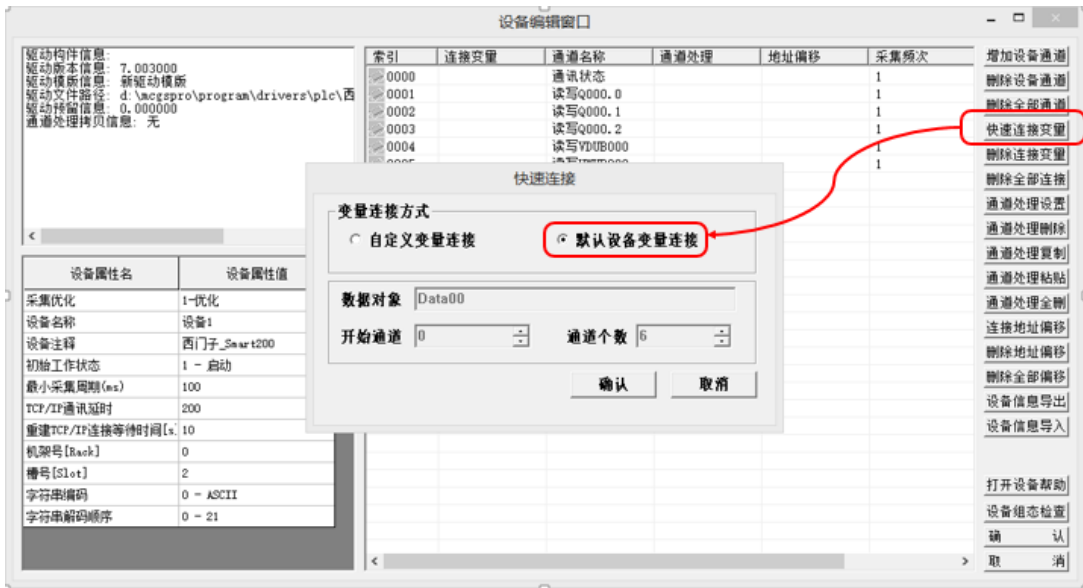

图 4.4.6
①点击“快速连接变量”按钮，弹出“快速连接”窗口，选择默认变量连接，点击“确认”。如图 4.4.6 所示。